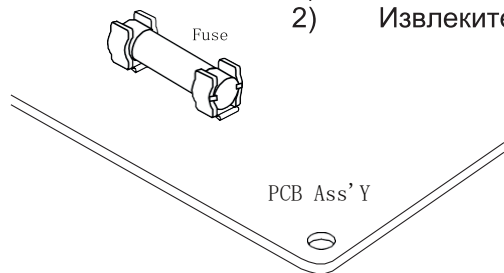

Рис. 1
- 2) Извлеките предохранитель из печатной монтажной платы (рис. 1)